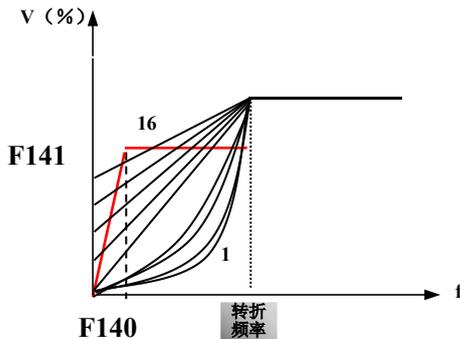

图 5-3 转矩提升示意图
- 如图 5-3 所示，当 $F137=0$ 时，VF 曲线补偿量 = $\text{Max}(F138, F141)$ ；